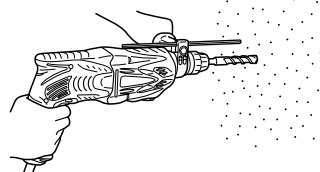

Fig. 8
- (1) Montar la broca.
- (2) Presionar el interruptor de gatillo después de poner la punta de la broca en la posición para taladrar. (Fig. 8)
- (3) No es necesario presionar con fuerza la broca. Presionar ligeramente la broca de forma que el polvo producido al taladrar salga al exterior gradualmente.
- Cuando la broca toque una barra de hierro de construcción se detendrá inmediatamente y el martillo perforador tenderá a girar. Por lo tanto, sujetar el mango lateral y sostenerlo firmemente como se ilustra en la Fig. 8.